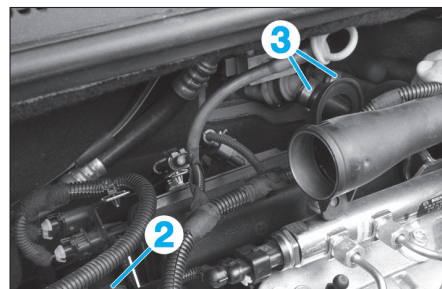

FIG. 53
- la durit (2) du séparateur d'huile (Fig.53),
- Désaccoupler les durits (3) de l'aérotherme.